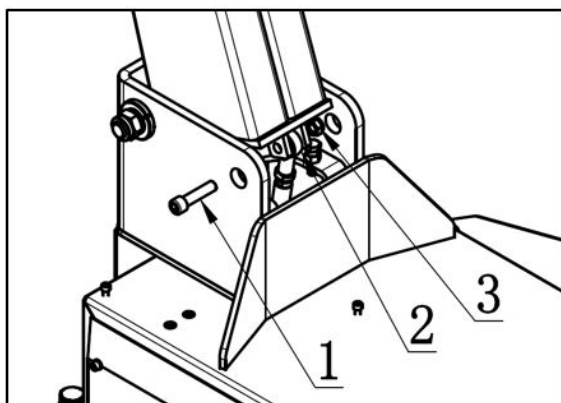
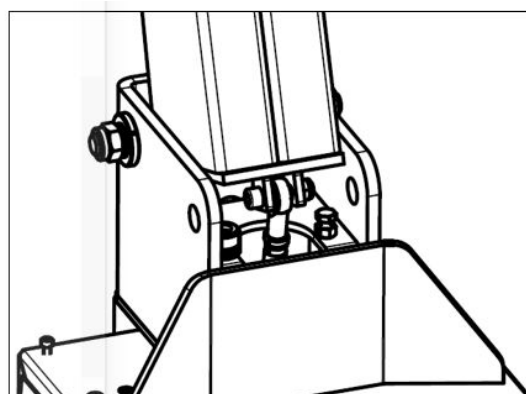
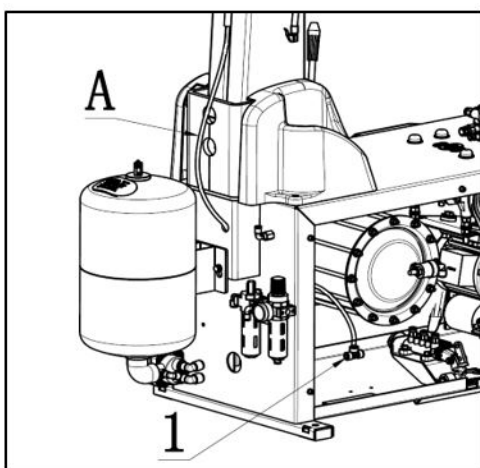
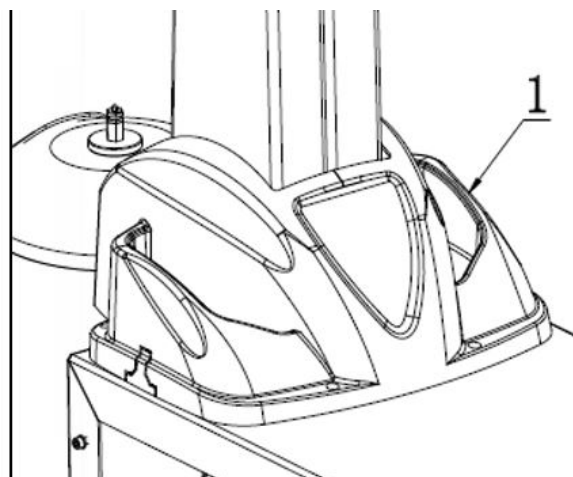

FIG11
FIG12
FIG13
FIG14
- Placer søjlen (FIG10-1) på øverste blok af maskinkroppen. Sørg for, at etiketsiden vender fremad. Monter drejebolten (FIG10-3), og fastgør med bolt (FIG10-4). Tilslut cylinder til hældefunktion som vist i FIG11. Tilslut luftslange $\varnothing 6$ til bøjning bagpå maskinen (FIG13). Monter beskyttelsesdækslet på søjlen med 4 stk. M6 skruer (FIG14).
- Tilslutning af søjlen til vippecylinderen: Juster hullet (FIG11-2) i enden af cylinderstangen med installationshullet i bunden af søjlen. Brug en 10 mm unbrakonøgle til at indsætte bolt M12x50 (FIG11-1) i det øverste fundament som vist i FIG11. Forbind søjlen og vippecylinderen og fastgør med møtrik (FIG11-3). Resultatet efter installationen vises i FIG12.
- Indsæt $\phi 6$ -slangen (FIG13-1) i stikket FIG13-A bag på maskinen som vist i FIG13.
- Montering af søjlens beskyttelsesdæksel: Placer beskyttelsesdækslet (FIG14-1) på den øverste blok af søjlen. Justér hullerne og monter det med 4 stk. M6 skruer som vist i FIG14.